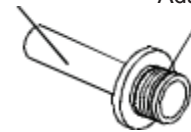

Fig.7
- Installez le tuyau de vidange sur l'adaptateur A. (Voir Fig.7, placé dans le bac).